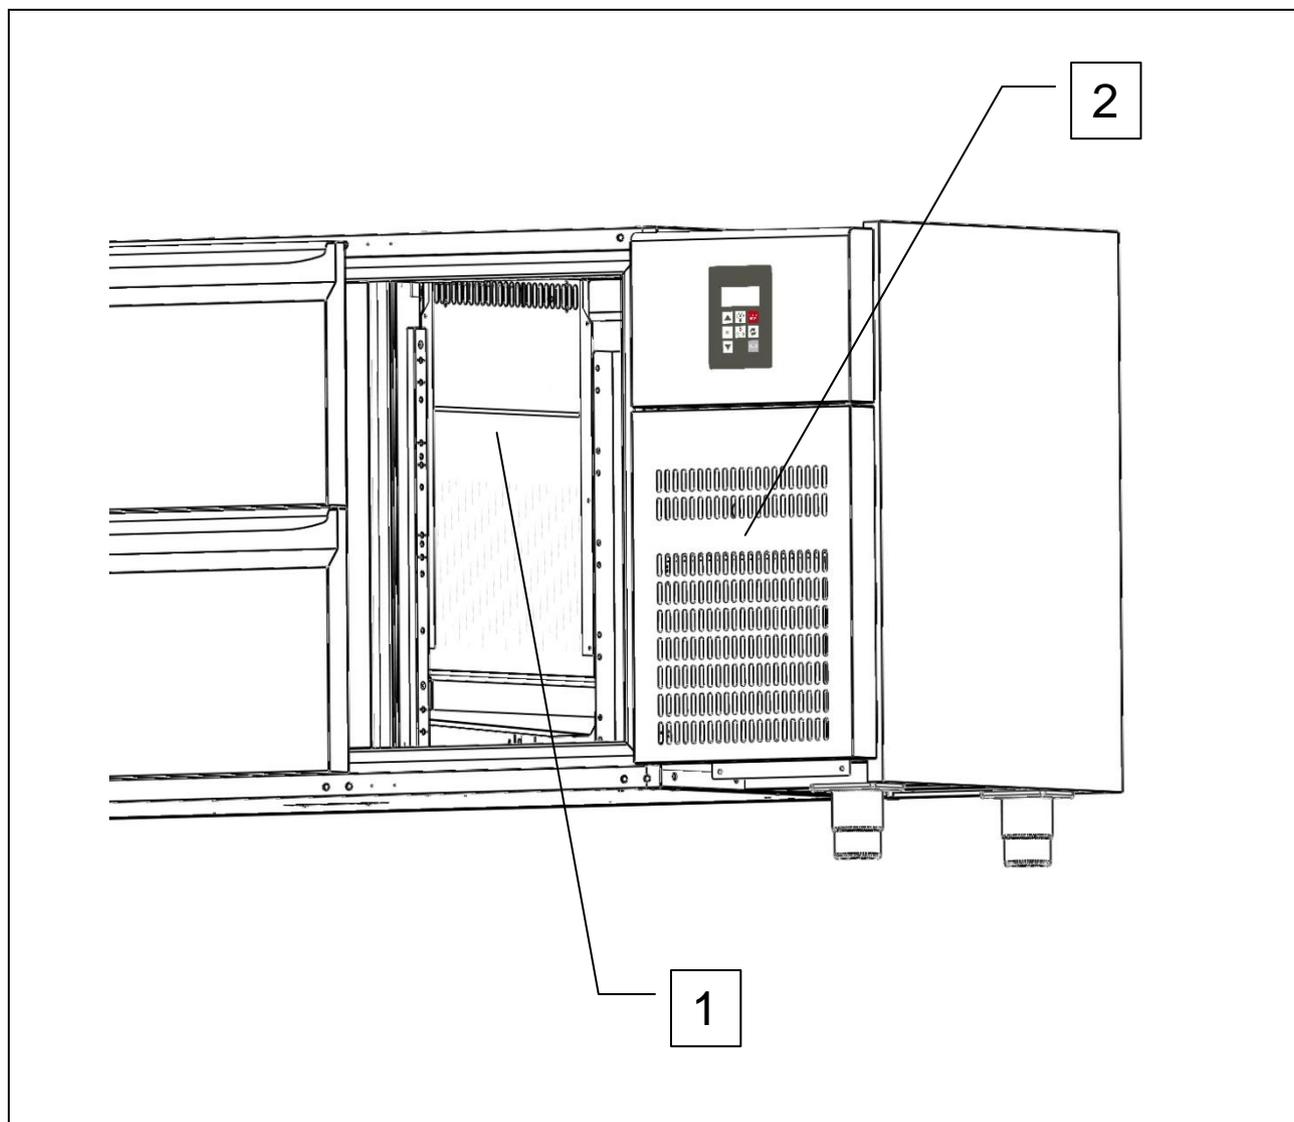

Рис. 5
- внутренней стенкой из нержавеющей стали (TH) или алюминия (TG), закрывающей испаритель и внутренние вентиляторы (поз. 1, рис. 5.);
- передней панелью, закрывающей вентилятор конденсатора (поз. 2, рис. 5).